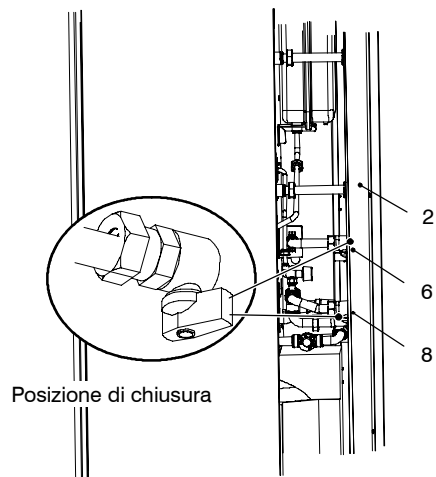

fig. 2.8
- 2 chiudete i rubinetti della caldaia fig. 2.8;
- 1 Chiudete il rubinetto entrata acqua sanitaria 8 in fig. 2.8;